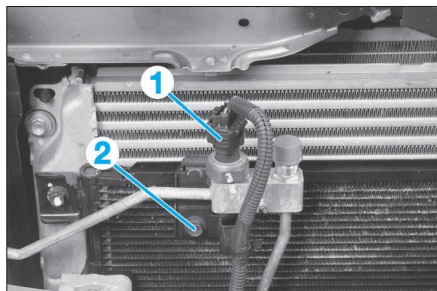

FIG. 23
- Débrancher le connecteur électrique du pressostat (1).
- Déposer la vis de fixation (2) (fig. 23).